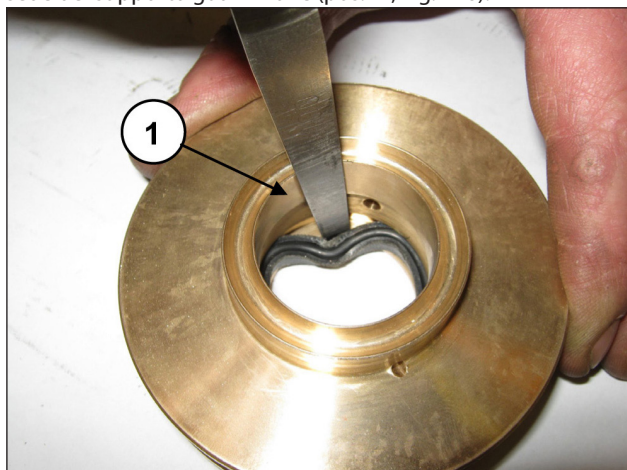

Fig. 176
Per togliere la guarnizione di bassa pressione è necessario utilizzare uno spessimetro o un attrezzo che non danneggi la sede del supporto guarnizione (pos. ①, Fig. 176).